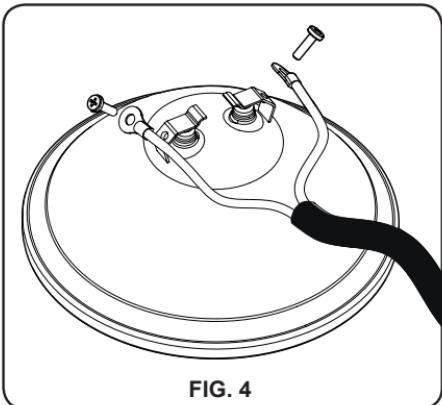

FIG. 4
4. Desaperte os dois parafusos destinados à ligação elétrica da lâmpada incandescente PAR 56 (Fig. 4).